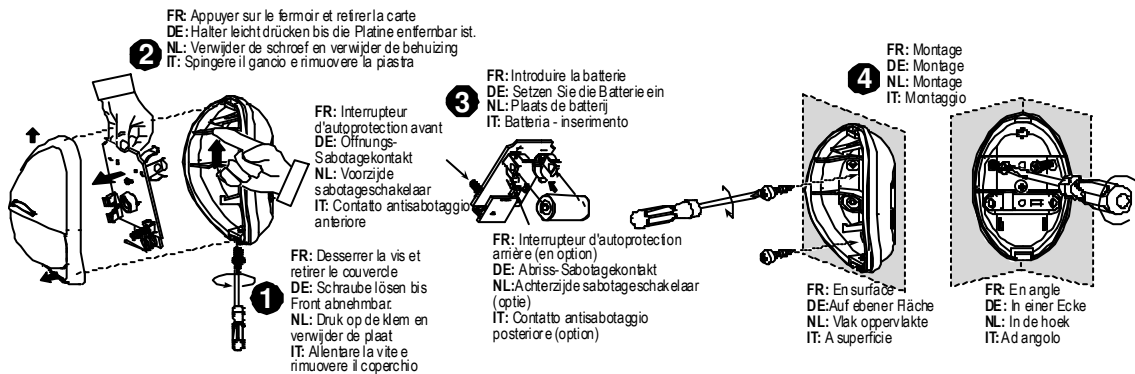

Fig. 4 - Montage / Montage / Montage / Montaggi
1. Montaggio - vedere fig. 4.
2. Installazione della batteria (vedere fig. 4)
con la batterie posizionata correttamente, premere entrambi i contatti antisabotaggio contemporaneamente (vedere fig. 4) e farli scattare. Il LED anteriore lampeggia per circa 2 minuti fino al ripristino del sensore.